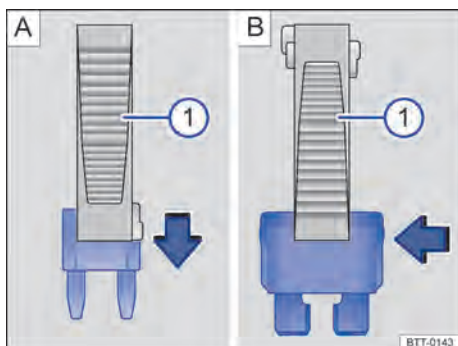

Fig. 148 Remover ou instalar um fusível com a garra da pinça de plástico ❶.
- Se necessário, retirar a pinça de plástico → Fig. 148 ① da cobertura da caixa de fusíveis.
- Em caso de *fusíveis pequenos*, encaixar a garra ① por cima → Fig. 148 A.
- Em caso de *fusíveis maiores*, empurrar a garra ① lateralmente sobre o fusível → Fig. 148 B.
- Caso o fusível esteja queimado, substituir o fusível por um novo da *mesma* intensidade de corrente (mesma cor e inscrição) e do *mesmo* tamanho → ①.